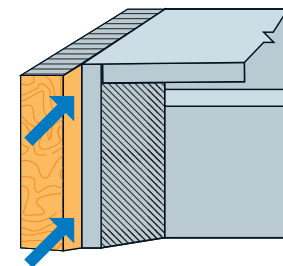

Figure 3: Poussez le boîtier dans l'ouverture
2. Poussez le boîtier aussi loin que possible dans l'ouverture (voir **Figure 3**).